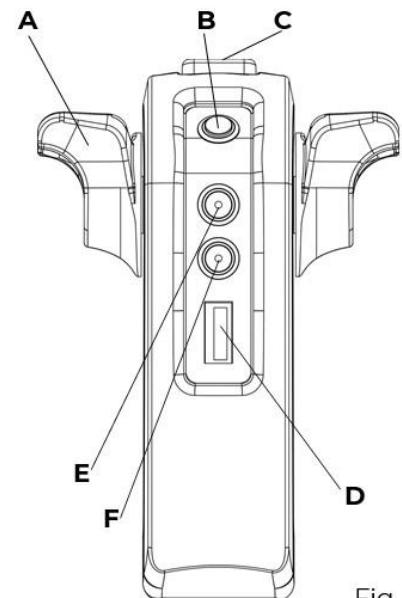
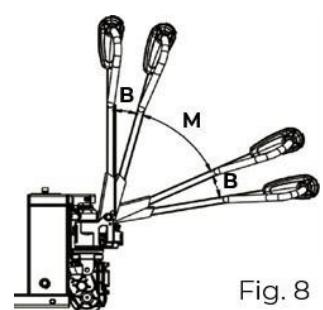
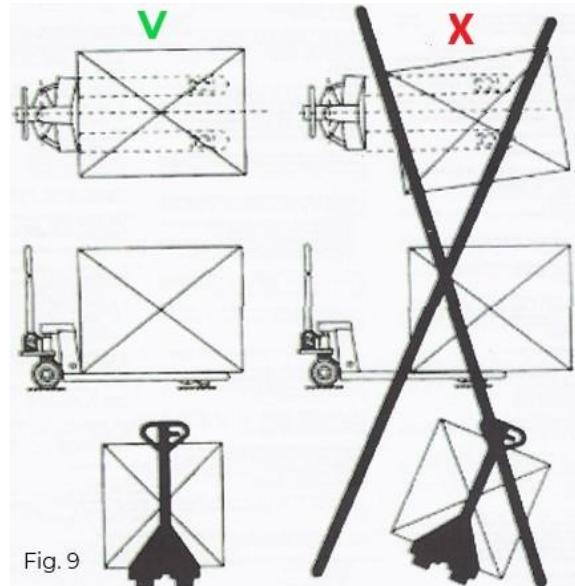

Fig. 7
Fig. 8
Fig. 9
Entriegeln Sie ggf. den Nothalt, und bewegen Sie dann den Steuerhebel in den M-Bereich (Abb. 8), um die Steuerung des Antriebshebels zu aktivieren (A, Abb.7). Bewegen Sie den Antriebshebel (A, Abb.7), um vorwärts und rückwärts zu fahren, um rückwärts zu fahren. Je mehr der Hebel gedrückt wird, desto höher ist die Fahrgeschwindigkeit.
Fahren Sie das Auto langsam nach vorne auf der Palette. Dann fahren Sie die Gabel des Palettenhubwagens unter der Palette bis zum Ende der Gabel. (V, Abb.9). Heben Sie die Ladung durch den Heben-Taste (E, fig.7) ein zu drücken. Stellen Sie sicher, dass sich die Ladung in der Mitte des Palettenhubwagens befindet, sonst kann der Palettenhubwagen kippen.
Lösen Sie den Antriebshebel (A, Abb.7), der Palettenwagen verlangsamt sich bis zum vollständigen Stillstand. **AUFGEPASST!** Wenn sich der Antriebshebel in neutraler Position befindet, darf sich der Palettenwagen absolut nicht bewegen. Ist dies nicht der Fall, sollte der Palettenwagen sofort außer Betrieb genommen werden, bis der Defekt behoben ist!
Durch Bewegen des Antriebshebels (A, Abb.7) auf die andere Seite (von vorne nach hinten oder umgekehrt) hält der Palettenhubwagen zuerst an, bevor er in die andere Richtung fährt. **AUFGEPASST!** Der Antriebshebel sollte automatisch in den neutralen Modus springen, wenn er freigegeben wird. Ist dies nicht der Fall, sollte der Palettenwagen sofort außer Betrieb genommen werden, bis der Defekt behoben ist!
2. Ziehen Sie den Steuerhebel ganz nach unten (Abb.8), der Palettenhubwagen stoppt.
Pressen Sie den Senk-taste (F, fig.7), stellen Sie sicher, dass man genügend Freiraum dahinter hat, um den Palettenwagen unter die Last weg zu fahren. **AUFGEPASST!** Senken Sie die Last niemals während der Fahrt!
| Wenn der Palettenhubwagen geklemmt wurde, können Sie den Palettenhubwagen durch diesen Modus fahren. Set: Drücken Sie den Nothalt-Taste (3, Abb.7). Ziehen Sie nun den Notknopf (C, Abb.8) und halten gleichzeitig den Antriebshebel (A, Abb.8) nach vorne gedrückt und entsperren Sie den Nothalt-Taste (3, Abb.7). Jetzt können Sie den Steuerhebel in einer geraden Position fahren. | Dieser Modus kann eingestellt werden, wenn Sie mit der Wartung beginnen oder wenn die Batterie des Frontrahmens leer ist, wird die Bremse entriegelt, so dass der Palettenwagen manuell bewegt werden kann. Set: : Drücken Sie den Nothalt (3, Abb.7). Halten Sie nun das Horn (B, Abb.8) gedrückt und entsperren Sie den Nothalt. Die Bremse ist nun entriegelt. | Auf diese Weise können Sie die Geschwindigkeit des Palettenhubwagens nach unten einstellen. Set: Halten Sie das Horn (B, Abb.8) gedrückt und bewegen Sie gleichzeitig den Antriebshebel (A, Abb.8) zweimal nach vorne. Die Geschwindigkeit wurde nun nach unten angepasst. |
| Die oben genannten Einstellungen können zurückgesetzt werden, indem Sie den Not-Halt (3, Abb.7) drücken und dann wieder entsperren. | | |